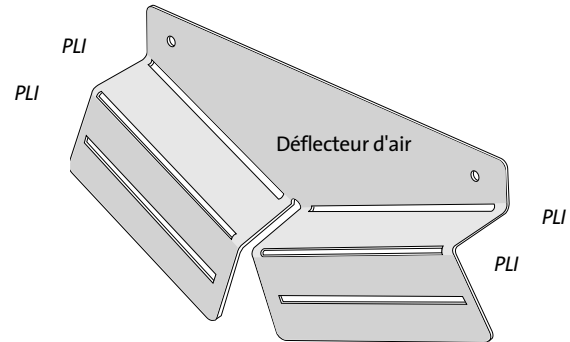

Figure 19. Orientation du déflecteur d'air.
2. Fixez le déflecteur d'air : Voir les figures 19 et 21 /n°3.
Utilisez une pince pour plier la longue bride verticale afin de permettre au support de s'adapter à l'arrière du poêle. (fig.19 et 21/n°2) aux deux goujons centraux à l'arrière du poêle, orientés comme indiqué. Fixez à l'aide de deux écrous à bride M6.